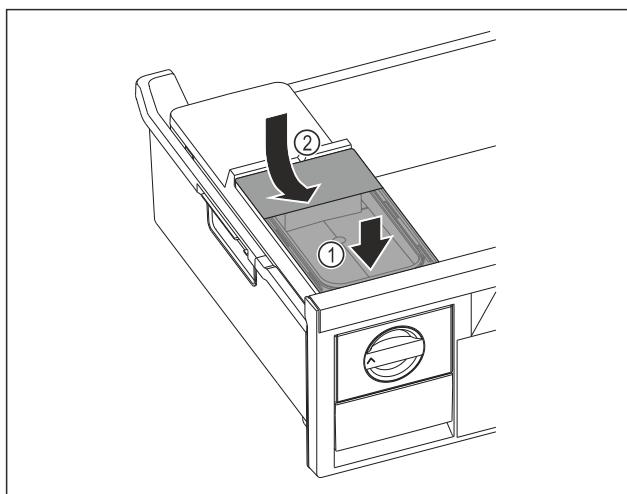

Fig. 82
- ▶ Nádržku na vodu nasadte vpred. Fig. 82 (1)
- ▶ Nádržku na vodu spustite vzadu. Fig. 82 (2)